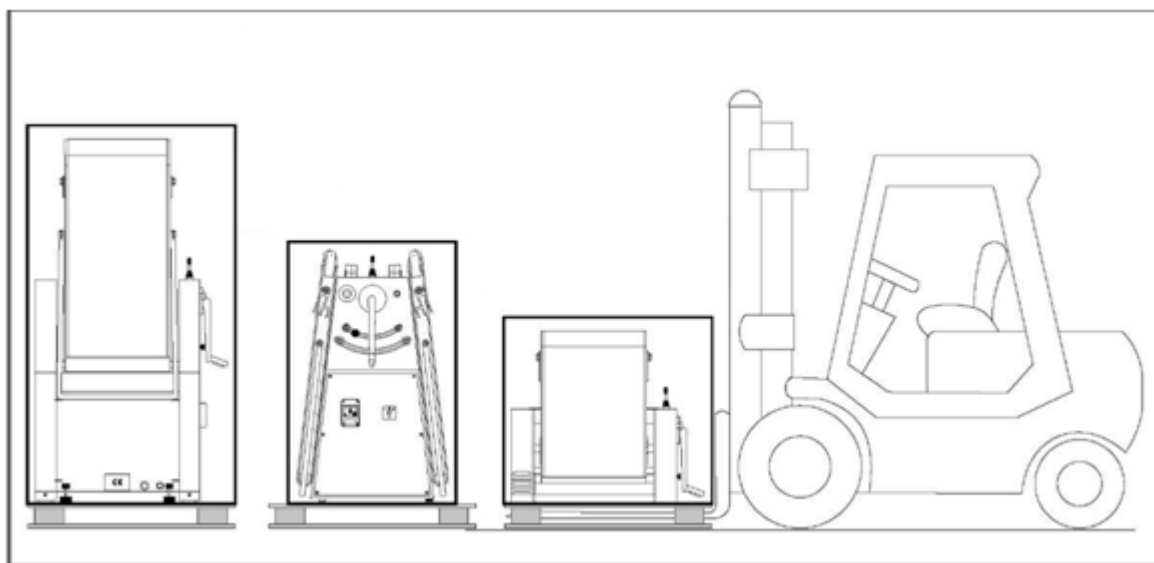

Рис.4 (Перемещение погрузчиком - Упакованная машина на паллете)
- 2- Разместить, как указано на рис. 4, и аккуратно ввести вилочный захват погрузчика в свободные прорези паллеты, убедиться, что кончики вилочного захвата высываются с противоположной стороны (рис. 4);